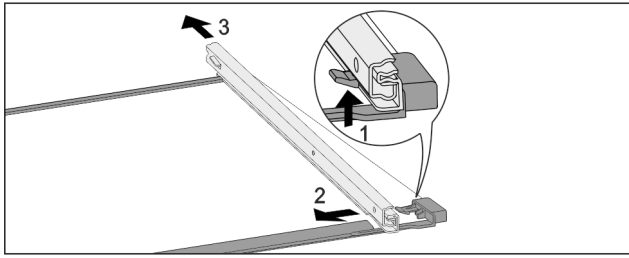

Fig. 177 带轨道的玻璃隔板
- ▶ 向上按前端的锁定钩。 Fig. 177 (1)
- ▶ 将牵伸轨推向一侧 Fig. 177 (2)，然后向后 Fig. 177 (3) 推。